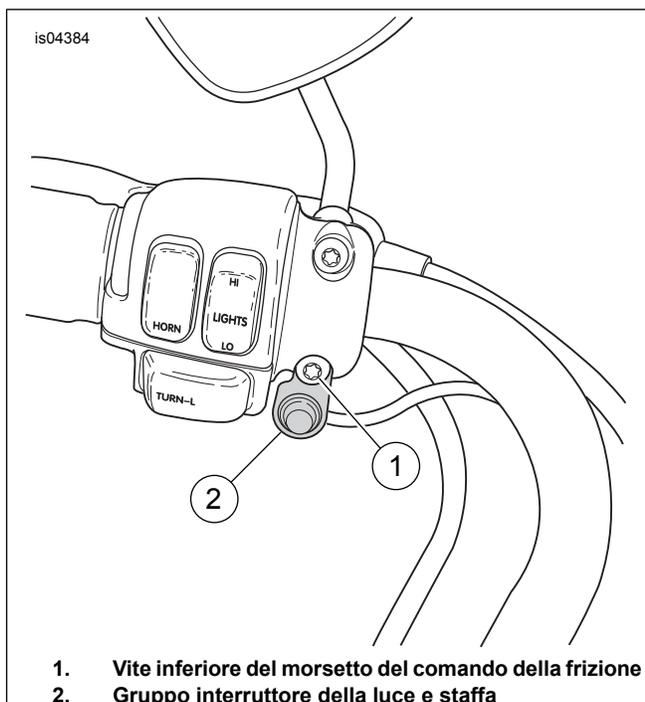

Figura 6. Installazione dell'interruttore della luce sul morsetto del comando della frizione
15. Vedere Figura 6. Rimuovere la vite (1) e la rondella inferiori dal morsetto del comando della frizione e installare l'interruttore della luce e la staffa (2). Installare la vite e la rondella e serrare a 7–9 N·m (60–80 in-lbs).